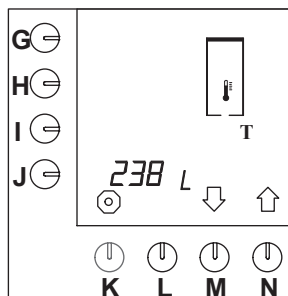

Fig. 29 Varmtvandsystemets samlede tæller
- Det samlede antal liter vand, der er lavet i løbet af automatens levetid, kan aflæses i displayet (fig. 29).